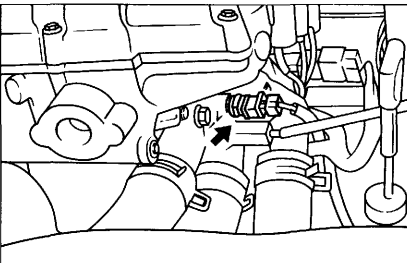

Рис. 7. Датчик температуры охлаждающей жидкости
– датчик температуры охлаждающей жидкости расположен на рубашке охлаждения двигателя (рис. 7) и аналогичен датчику температуры воздуха. По его сигналу ЭБУ оценивает температуру двигателя и обеспечивает обогащение топливной смеси при запуске холодного двигателя.